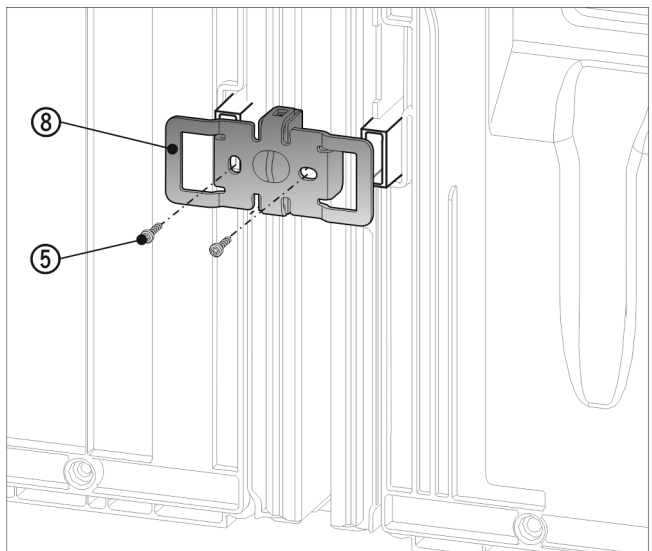

Fig. 23
- ▶ Hoekstuk Fig. 23 (8) met de uitsparingen boven de opname voor wandafstandshouder schuiven.
- ▶ Met 2 schroeven Fig. 23 (5) vastschroeven.